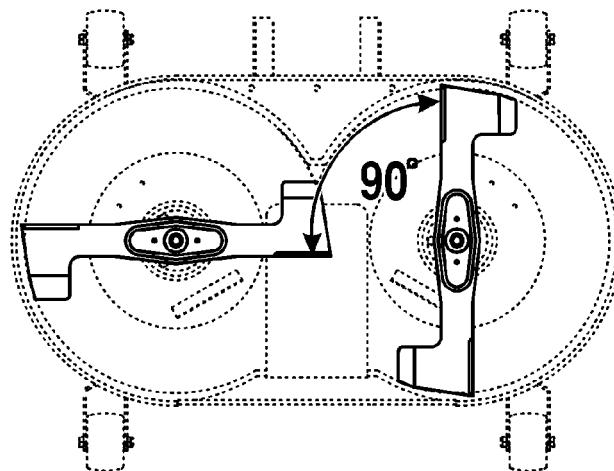

Abbildung 37
2. Die Schnittmesser in einem Winkel von 90° zueinander anbringen (Abb. 37).